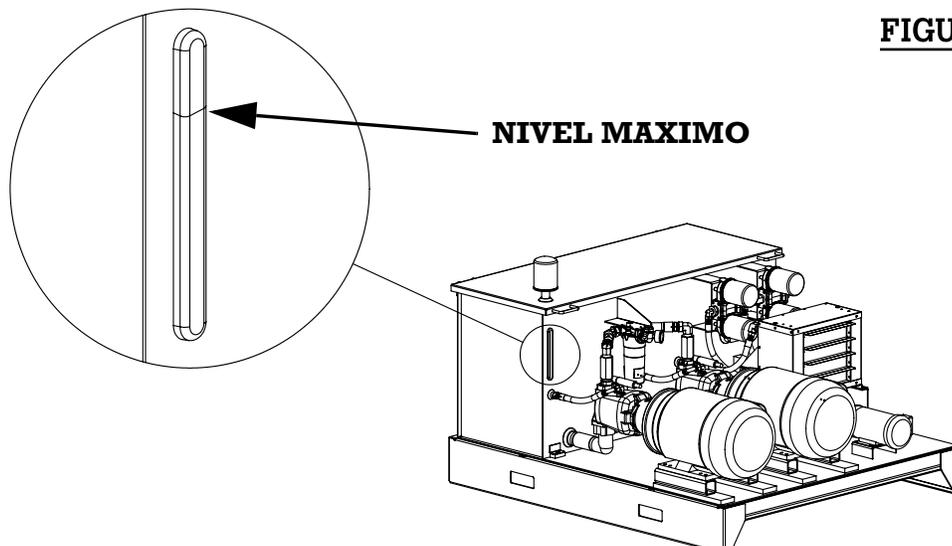

FIGURA 15
24. Verifique el nivel de aceite de la unidad de energía hidráulica cada día antes de energizar el sistema (Ver la figura 15). Si el nivel del fluido hidráulico está bajo, añada la cantidad necesaria de aceite limpio para alcanzar el nivel máximo. Ver el fluido hidráulico recomendado en la página 48 para determinar el tipo y la viscosidad adecuados.